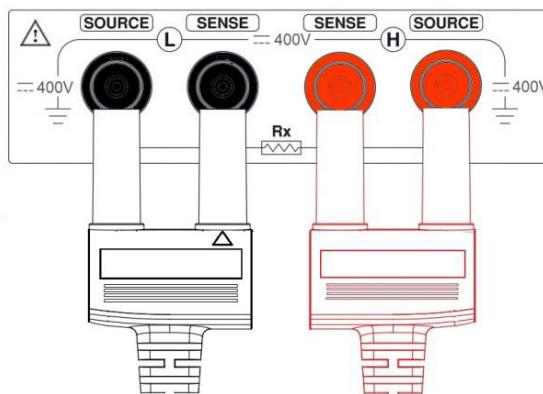

图3-2-2 测试线与仪器端孔连接示意图（以UT3563面板为例）
3. 将四个端子测试线按照如图3-2-2方法连接到仪器输入端子上，具体操作如下：